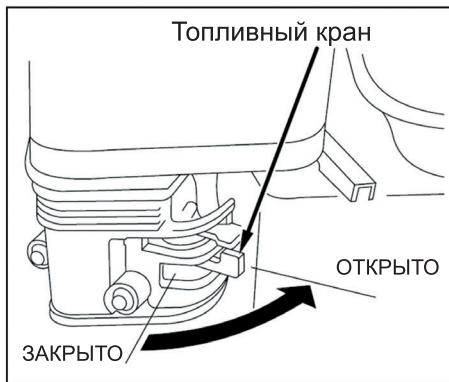

Рис. 20
1. Установите рычаг топливного крана в положение «ОТКРЫТО» (рис. 20)